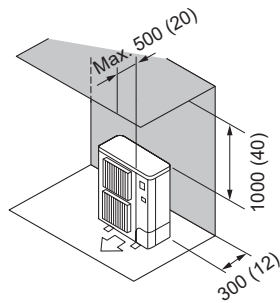

Fig. 2-7
- (2) Obstacles uniquement à l'arrière et au-dessus (Fig. 2-7)